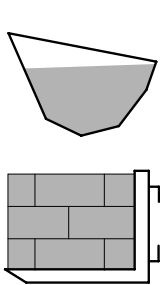

Fig. 1
- Le niveau maximal de chargement de l'outil ne doit pas dépasser la paroi la plus basse dans le cas du vrac, et ne pas dépasser la hauteur du dossier dans le cas de charges unitaires [voir fig. 1].